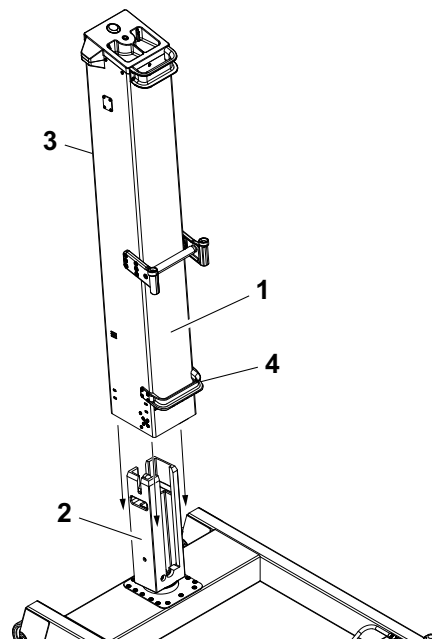

Figura 3-8. Instalação do mastro na base (FT70)
(2) FT70 mostrado, FT140 é igual, exceto o trinco da alavanca do suporte, que fica no lado oposto do suporte mostrado acima.
4. **FT70** — (consulte a Figura 3-8.) Em seguida, instale o mastro (1) sobre o suporte do mastro (cepo) (2).